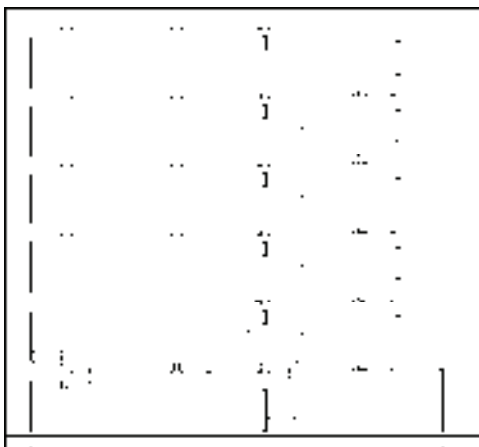

图 14-164 绘制结果
12) 重复上述操作, 继续绘制剖断梁, 调用“修剪”命令, 修剪多余线段, 结果如图 14-164 所示。